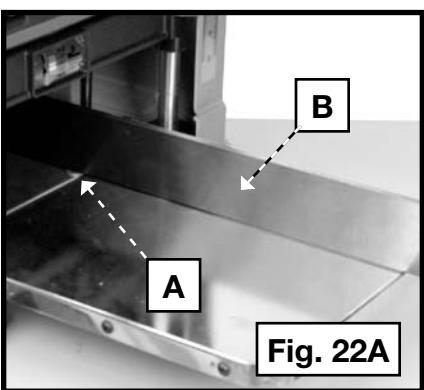
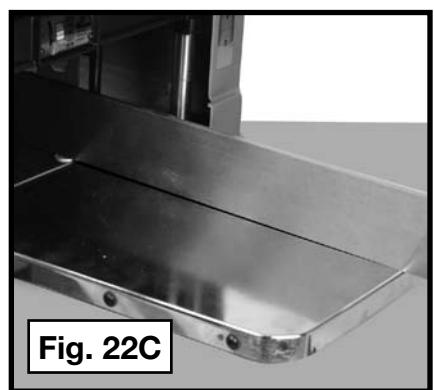

Fig. 22A
Fig. 22C
1. Coloque una moneda (A) Fig. 22A en cada extremo de la platina (de avance de entrada y de salida).
2. Coloque una regla (B) entre las dos monedas. Extienda la regla hasta superar el borde guía de la mesa de avance de entrada y el borde posterior de la mesa de avance de salida.
3. Si las mesas están bien ajustadas, la regla tocará ambas monedas y los bordes de las mesas (Fig. 22C).